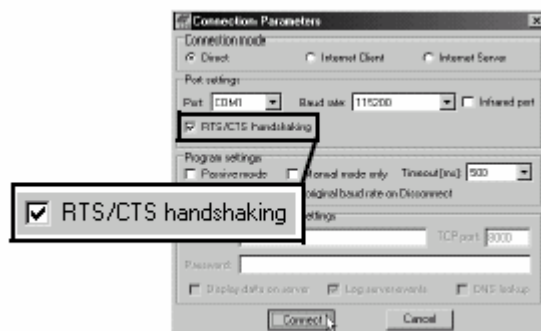

Figura 4-2. Parámetros de conexión. RTS/CTS Handshaking
2. En la caja de diálogo **Parámetros de Conexión**, marque la casilla *Sincronización RTS/CTS* (Figura 4-2).